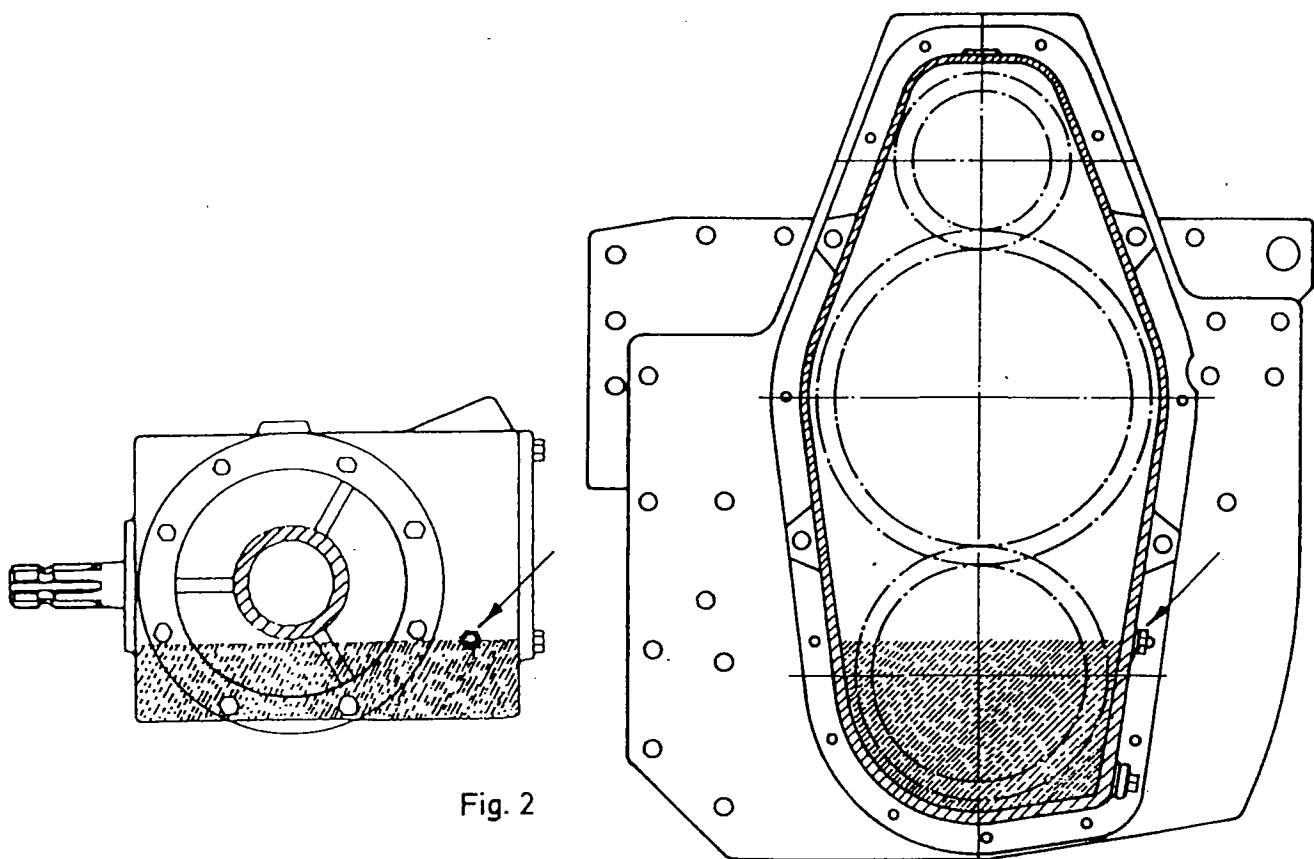

Fig. 2
- B) Le groupe ou boîtier central de pignons doit être rempli avec VALVOLINE SAE 140. C'est nécessaire relâcher le bouchon fileté, en remplissant la caisse jusqu'à ce que l'huile commence à sortir par la bouche inférieure. Capacité approximative: 2 litres (fig. 2).